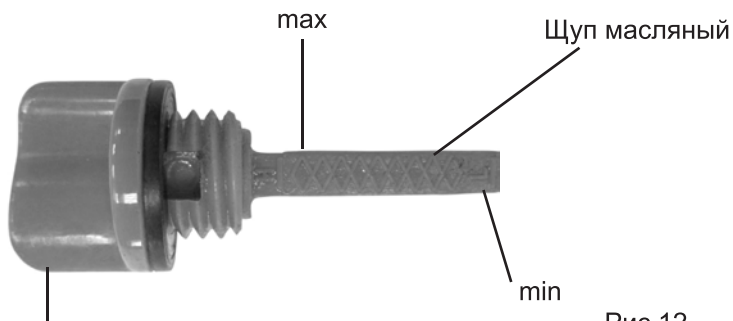

Рис.12
- 3.Извлеките щуп и проверьте уровень масла. Он должен находиться между верхней и нижней отметкой контрольного щупа ближе к верхней отметке (max) (рис. 12). В случае необходимости долейте свежее моторное масло